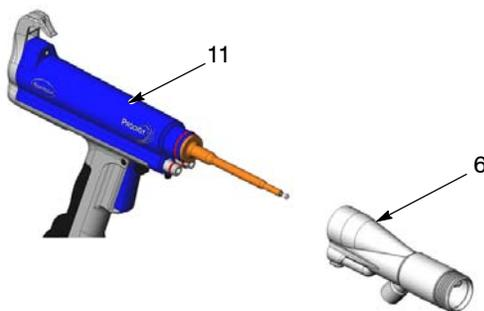

Fig. 24 Smontaggio dell'adattatore
5. Vedi figure 24 e 23. Montare l'adattatore sul corpo della pistola. Serrare la vite di arresto.
5. Vedi figure 24 e 23. Montare l'adattatore sopra i supporti dell'elettrodo e del resistore. Serrare la vite di arresto.